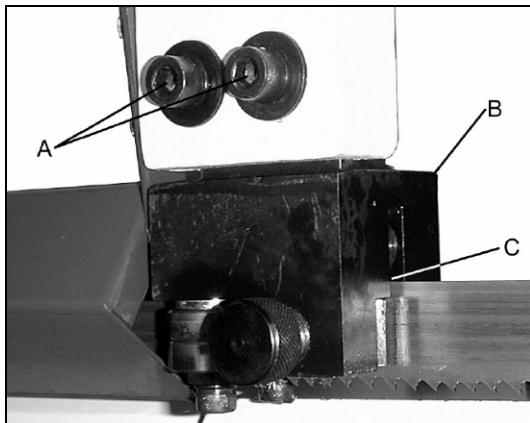

Рис. 11
Ослабьте винты (A, рис. 11) и установите задний ролик на расстояние примерно 0,1 мм от спинки пильного полотна (C).
Ослабьте твердосплавные направляющие полотна (A, Рис. 11), ослабив винты (B). Отодвиньте направляющие от полотна.
Затягивание заготовки производится с помощью маховика тисков (A, рис. 11).